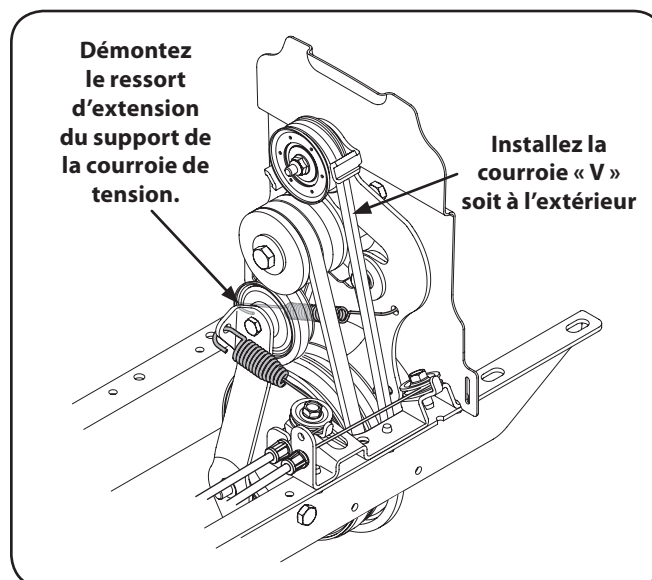

Figure 7-3
4. Démontez le ressort d'extension du support de la poulie de tension, comme à la Figure 7-3. Utilisez une pince à bec effilé pour atteindre l'extrémité accrochée au châssis. Dégagez-la et éloignez-la du châssis pour éliminer la tension du ressort.